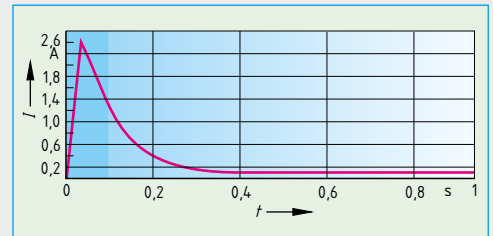

Bild 3: Stromverlauf beim Einschalten einer 40-W-Glühlampe an 230-V-Netzspannung
13. Nach längerer Betriebsdauer der Glühlampe wird durch Materialverdampfung der Drahtquerschnitt des Glühfadens geringer. Deshalb steigt die Stromdichte und somit die Temperatur im Betrieb an. Da der Metallfaden ein Kaltleiter ist, ist im Einschalt Augenblick der Metallfadenwiderstand wesentlich kleiner als im Betrieb bei sehr hoher Temperatur. Der Einschaltstrom (Bild 3) ist deshalb etwa 10 bis 15 mal größer als der Betriebsstrom und erhöht die Stromdichte zusätzlich, sodass der Glühfaden meist im Einschalt Augenblick durchbrennt.